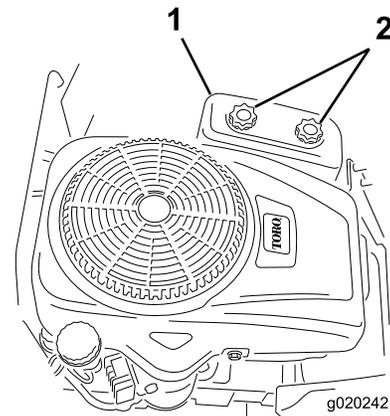

Figura 36
4. Retire la tapa del limpiador de aire desenroscando los 2 pomos (Figura 36).
3. Instale la tapa del limpiador de aire y apriete los 2 pomos (Figura 36).